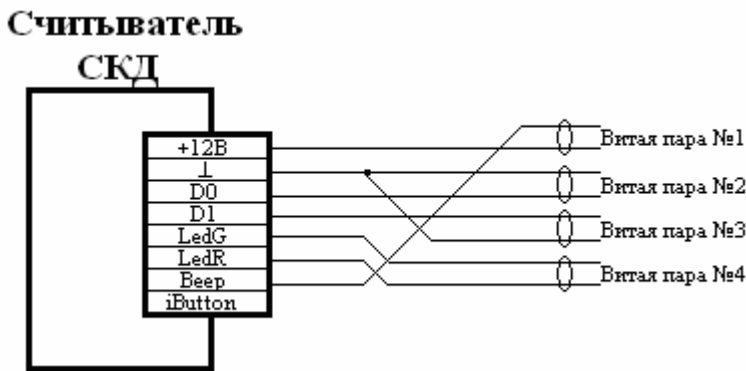

Рисунок 1: Подключение считывателя с использованием витой пары.
- Разметить крепежные отверстия с помощью развёртки (Приложение А, рисунок 1);